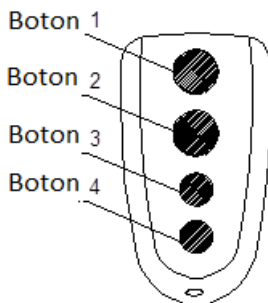

Fig.12 Control Remoto
- El control remoto funciona en modo de un canal, este tiene 4 botones, lo que significa que son 4 diferentes ver Fig.12